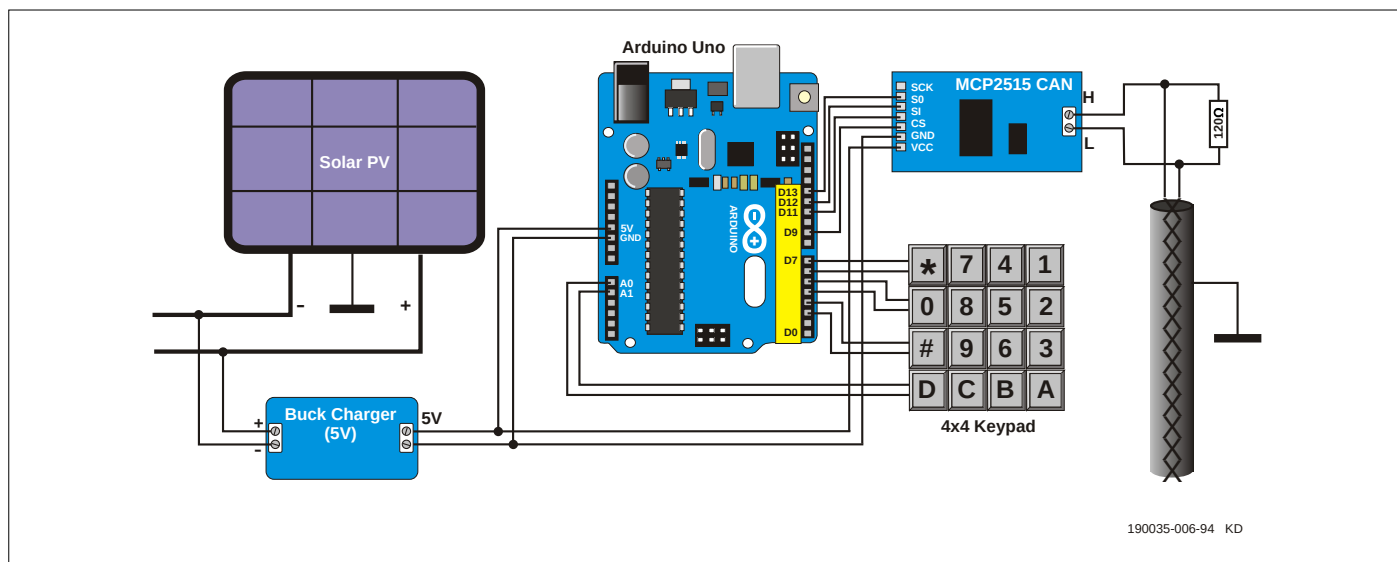

Bild 2. Blockschaltung des CAN-Bus-Masters mit einer 4x4-Tastatur für den Einsatz im Steuerungsmodus.
**Bild 2** zeigt die Blockschaltung, **Bild 3** einen Versuchsaufbau auf der Werkbank des Autors. Die Tastatursteuerung ist (optional) in der Projektsoftware eingebunden.